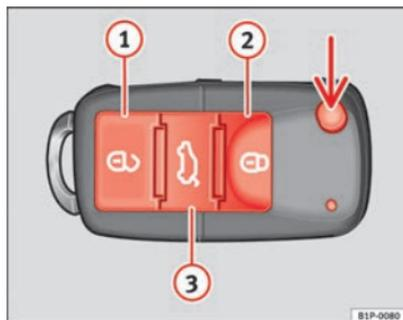

Fig. 46 Botões da chave com comando à distância
Com o botão ⇒ Fig. 46 (seta) do comando, destranca-se o palhete da chave.
Destrancamento do veículo ⇒ Fig. 46 ①.
Trancamento do veículo ⇒ Fig. 46 ②.
Destrancagem da porta do porta-bagagens. Pressione o botão ⇒ Fig. 46 ③ até que todas as luzes indicadoras de mudança de direcção do veículo pisquem durante breves segundos. Ao pressionar o botão de destrancamento ③, dispõe de 2 minutos para abrir o porta-bagagens. Uma vez decorrido este tempo, será novamente trancado.
- Pressione o botão   ⇒ Fig. 46 do comando à distância.
Para alterar o estado de trancamento/destrancamento, accione o botão  ou o botão ① ⇒ Fig. 46 da chave do comando à distância.